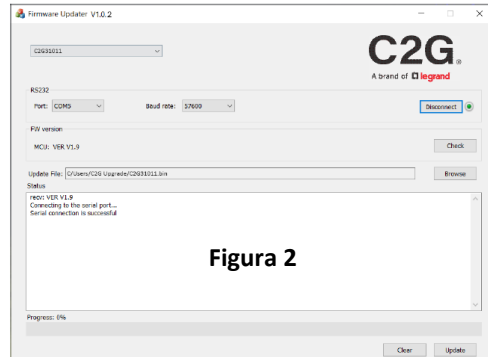

Figura 2
5. Figura 2, haga clic en "Browse" para seleccionar el archivo bin de actualización de la PC local y haga clic en "Update" para comenzar a actualizar el firmware del receptor.